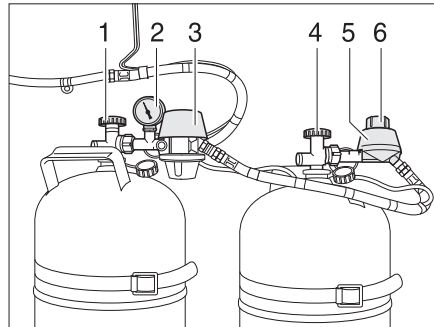
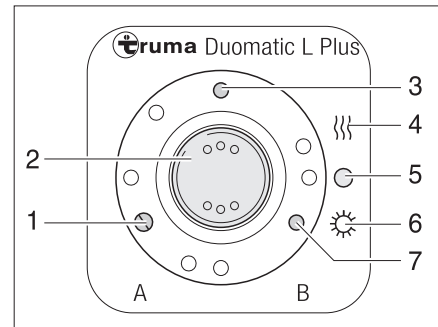

Fig. 147 Dispositif de commutation Duomatic
Fig. 148 Unité de commande
Le dispositif de commutation Duomatic consiste en un régulateur central (Fig. 147,3) et un régulateur de commutation (Fig. 147,5). Un bouton rotatif (Fig. 147,6) situé sur le régulateur de commutation permet de définir laquelle des bouteilles de gaz est celle de service et laquelle est celle de réserve.
Le manomètre (Fig. 147,2) du régulateur central affiche la pression dans la bouteille de gaz et non pas le niveau de remplissage de la bouteille. Le manomètre permet de contrôler l'étanchéité de la bouteille de gaz.
Seules les fonctions électriques peuvent être activées sur l'unité de commande (Fig. 148). Les robinets principaux des bouteilles de gaz (Fig. 147,1 et 4) doivent être ouverts manuellement.
- Ouvrir les robinets principaux des bouteilles de gaz (Fig. 147,1 et 4).
- Choisir la bouteille de gaz avec le bouton rotatif (Fig. 147,6) situé sur le régulateur de commutation (Fig. 147,5) à partir de laquelle le gaz sera utilisé principalement (bouteille de service).
Lorsque le bouton rotatif se situe dans le domaine rouge, le gaz est prélevé prioritairement à partir de la bouteille de gaz équipée du régulateur central (Fig. 147,3).
Lorsque le bouton rotatif se situe dans le domaine vert, le gaz est prélevé prioritairement à partir de la bouteille de gaz équipée du régulateur de commutation (Fig. 147,5).
- Mettre en marche le dispositif de commutation Duomatic sur l'unité de commande (Fig. 148).
Pour ce faire, régler le commutateur à bascule (Fig. 148,2) sur régime hiver "Marche et chauffage" (Fig. 148,4) ou bien sur régime été "Marche" (Fig. 148,6). Les deux régulateurs de pression du gaz sont maintenant désaérés. Le voyant de contrôle (Fig. 148,3) s'allume.
- Mettre le commutateur à bascule (Fig. 148,2) sur "O" (Fig. 148,5). Le voyant de contrôle (Fig. 148,3) s'éteint.
- Fermer les robinets principaux des bouteilles de gaz (Fig. 147,1 et 4).
Les voyants de contrôle de l'unité de commande (Fig. 148) signalisent à l'intérieur du véhicule si les bouteilles de gaz sont en état de marche.
- Voyant de contrôle "A" (Fig. 148,1) : Bouteille de gaz raccordée au régulateur central
- Voyant de contrôle "B" (Fig. 148,7) : Bouteille de gaz raccordée au régulateur de commutation